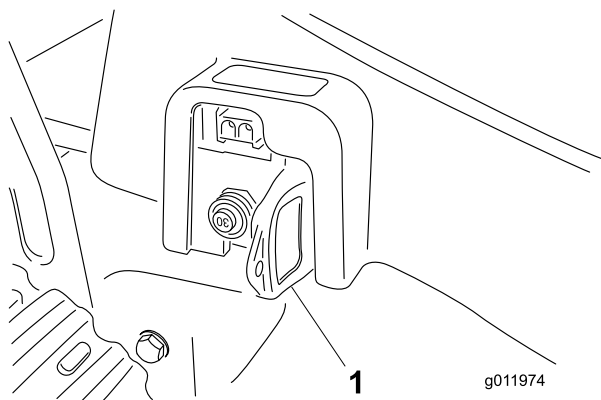

Figure 3
1. Si la clé est dans la prise, enlevez-la (Figure 3).
1. Enlevez la clé de la prise (Figure 3).